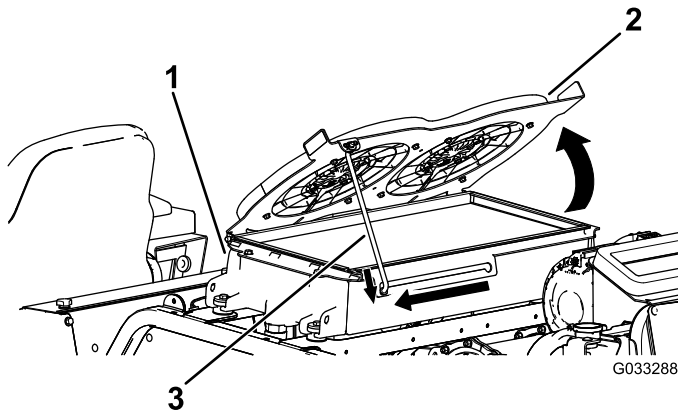

Figura 109
2. Gire hacia arriba los ventiladores de refrigeración del sistema hidráulico, y enganche la varilla de sujeción en la muesca (Figura 109).